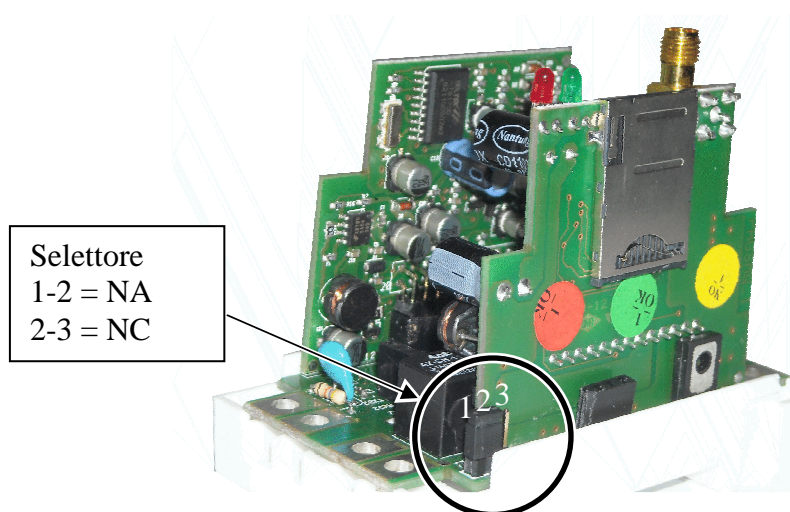

fig. 3
Il contatto relè può essere configurato come normalmente aperto (NA) oppure normalmente chiuso (NC) in base a come viene impostato il selettore interno descritto in fig. 3.